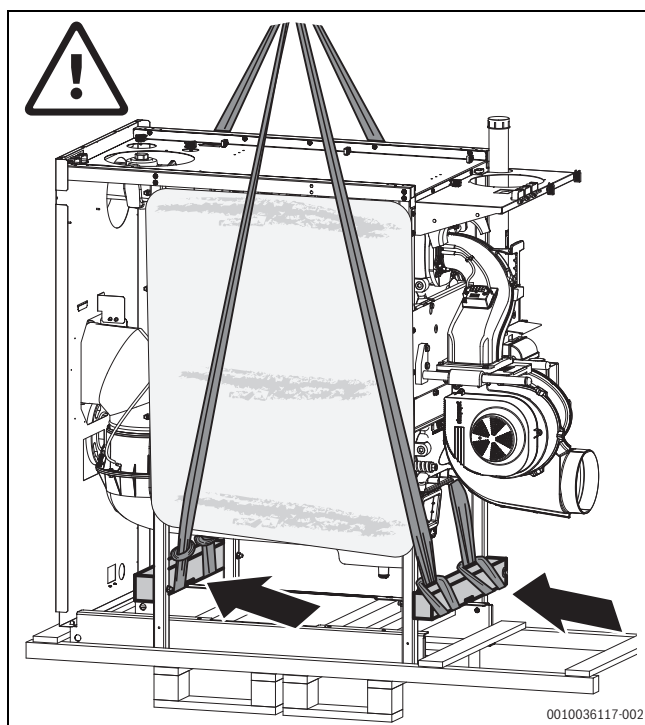

Fig. 10 Inserção do equipamento de elevação da grua na estrutura
- Fixar o equipamento de elevação da grua (cintas circulares) nas madeiras de transporte, guiar por cima ao longo da estrutura da caldeira e pendurar nos olhais da grua (→fig. 10).